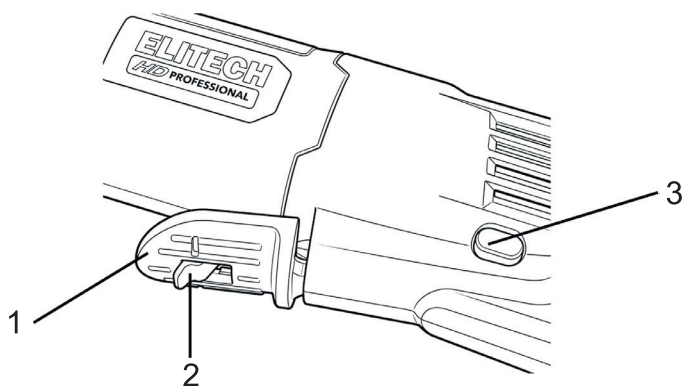

Рис. 4
Удерживайте шлифовальную машину обеими руками. Сдвиньте предохранительный флажок (2) (Рис.4). Нажмите кнопку включения (1) (Рис.4). После этого электродвигатель начнёт работать.
При необходимости продолжительной работы, удерживая нажатой кнопку включения (1) (Рис.4), нажмите кнопку блокировки (3) (Рис.4). После этого кнопку включения можно отпустить — инструмент останется включённым.
Если кнопка блокировки не использовалась, для выключения отпустите кнопку включения (1) (Рис.4). Если инструмент был зафиксирован во включённом положении, нажмите кнопку включения (1) (Рис.4) ещё раз и затем отпустите её. После этого фиксация снимется, и инструмент выключится.
ВНИМАНИЕ! Перед подключением инструмента к электросети убедитесь, что кнопка включения (1) (Рис.4) не зафиксирована во включённом положении. После выключения удерживайте инструмент до полной остановки рабочего диска.